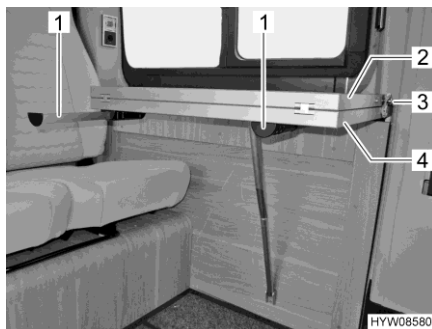

Fig. 47 Tavolo
- Sfilare i due puntelli (Fig. 47,1).
- Sfilare il bottone di sicurezza (Fig. 47,3) e rimuovere la cintura di ritegno dalla prolunga del piano del tavolo (Fig. 47,2).
- Aprire la prolunga del piano del tavolo (Fig. 47,2).
- Ripiegare la prolunga del piano del tavolo (Fig. 47,2).
- Spingere il bottone di sicurezza (Fig. 47,3) della cintura di ritegno sul supporto della prolunga del piano del tavolo.
- Infilare dentro i due puntelli (Fig. 47,1).
- Sollevare leggermente il piano del tavolo (Fig. 47,4) in avanti.